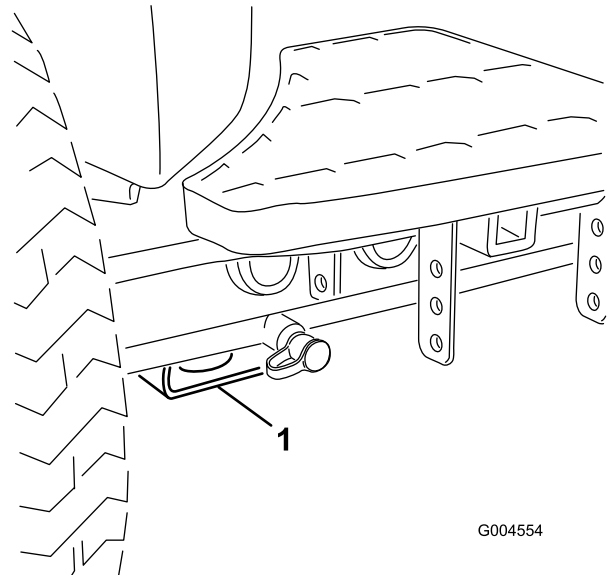

Bild 56
- Vorne: Rechteck unter dem Achsenrohr in jedem Vorderreifen (Bild 56).